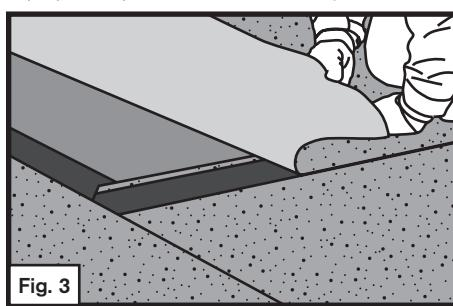

Fig. 3
**Paso 7.** El final de cada rollo de la Cofia de estireno-butadieno-estireno autoadhesivo DeckSeal incorpora, de fábrica, un borde de empalme longitudinal cubierto por una película antiadherente. Retire la película antiadherente del empalme lateral y presione la lámina superpuesta para colocarla. Ver la Fig. 3